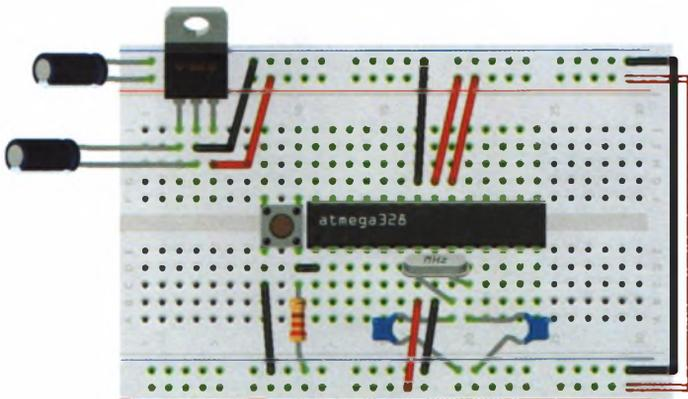

РИСУНОК 25.10
10. Установите 5-вольтовый стабилизатор напряжения L7805cv в верхний левый угол макетной платы, чтобы его номер был обращен к вам, как показано на рис. 25.10 — его контакты 1–3 пронумерованы слева направо. Установите один электролитический конденсатор емкостью 100 мкФ в верхнюю часть макетной платы, одной ножкой в шину питания, а второй — в шину заземления. Подключите второй конденсатор емкостью 100 мкФ к контактам 1 и 2 стабилизатора напряжения. Затем подключите контакт 2 стабилизатора напряжения к шине заземления, а контакт 3 — к шине питания.